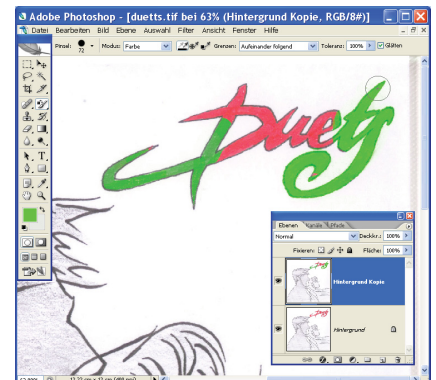

Abb. 11-56: Bildbereiche einfärben
- Wenn die farbigen Bereiche klar abgegrenzt sind, ist eine vorherige Auswahl nicht zwingend notwendig (Abb. 11-56).
- Die **MODI** führen zu unterschiedlichen Resultaten: in Abb. 11-56 wurde die linke grüne Fläche mit **MODUS = Farbtön**, die rechte grüne Fläche mit **MODUS = Farbe** eingefärbt.